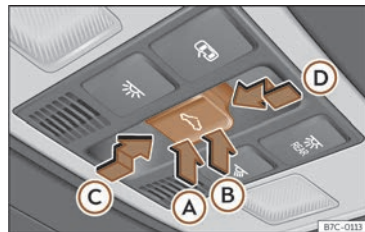

Abb. 61 Im Dachhimmel: Bedienelement für Panorama-Schiebedach.
Der Taster $\leftarrow \gg$ (Abb. 61) hat zwei Stufen. In der ersten Stufe kann das Glasdach ausgestellt sowie ganz oder teilweise geöffnet oder geschlossen werden.
- Innerhalb von etwa 5 Sekunden nach der Aktivierung des Einklemmschutzes, drücken Sie die Taste ⏪ >>> (Abb. 61) bis zur zweiten Stufe in Pfeilrichtung Ⓣ bis das Dach vollständig schließt.